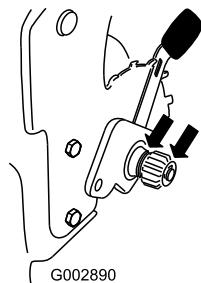

Figura 50
- Applicate dell'olio lubrificante sui lati interno ed esterno delle corone dentate, come illustrato nella Figura 50.